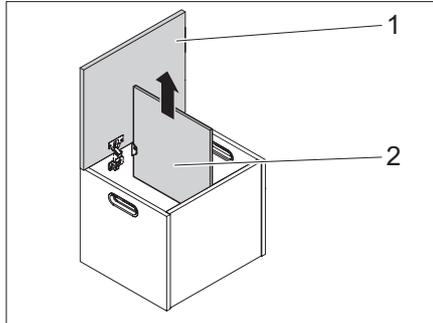

Fig. 47 Rimuovere il coperchio
- ▶ Sbloccare le cerniere del coperchio (Fig. 47,1) e sfilare il coperchio verso l'alto.
- ▶ Sfilare il divisore (Fig. 47,2) dalla scatola di stivaggio.